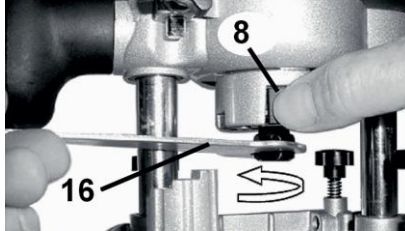

Рисунок 2
За допомогою ключа (16) (рисунок 2) відкрутити /закрутити цанговий патрон.
За допомогою ключа (16) (рисунок 2), що входить у комплектацію, розтиснути цанговий патрон.